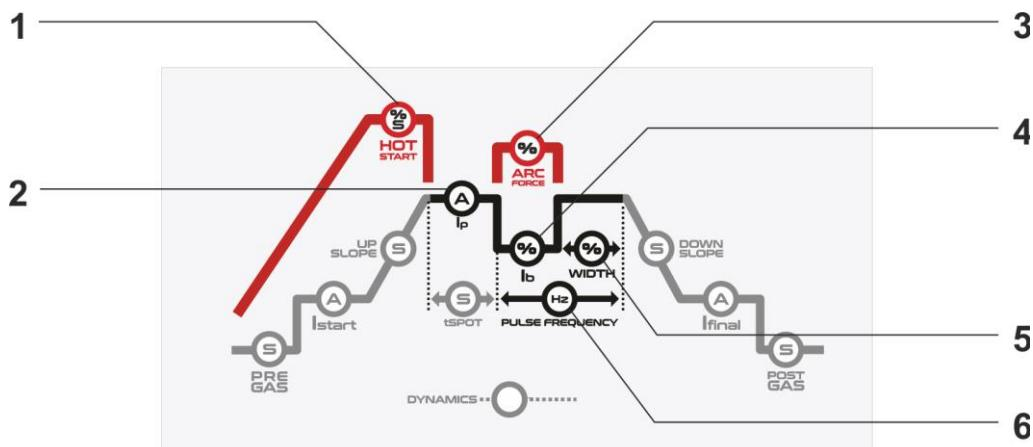

Fig. 1 – Parâmetros MMA
- Ajustar o valor de corrente (Fig.1 - 2), de acordo com a seguinte tabela:
- Hot Start (Fig.1 - 1) - Para forçar a ignição de arco, ajustar a percentagem de hot start em relação à corrente principal e/ou o tempo (segundos).
- Arc Force (Fig.1 - 3) - Para evitar a colagem do eléctrodo à peça a soldar durante a soldadura, ajuste a percentagem de arc force em relação à corrente principal.
- Ib (Fig.1 - 4) – ajustar a corrente de base em percentagem da corrente principal.
- WIDTH (Fig.1 - 5) – ajustar a largura da corrente de pico (principal) 10% a 90%.
- PULSE FREQUENCY (Fig.1 - 6) – ajustar a frequência de pulsado em Hertz